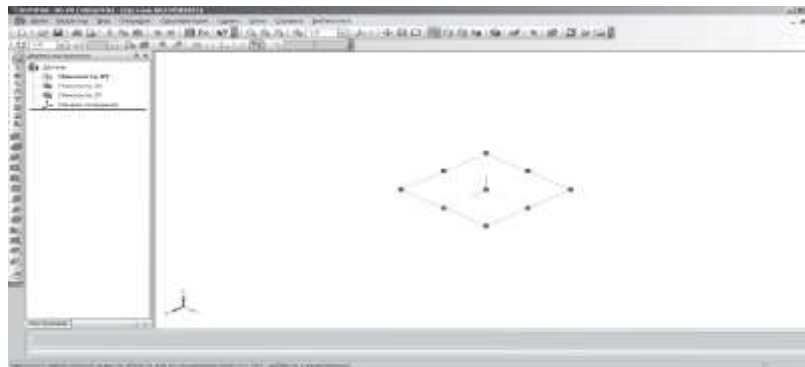

Рис. 9.3
- В **Дереве модели** щелчком **ЛКМ** укажите **Плоскость XY**. Создание трехмерной модели начинается с построения эскиза его основания. С этой целью вы должны указать одну из трех плоскостей, на которой будет производиться построение. Плоскости показываются на экране условно – в виде прямоугольников, лежащих в этих плоскостях. Такое отображение позволяет представить положение плоскости в пространстве. При этом вы должны помнить, что плоскость – бесконечна (рис. 9.3).